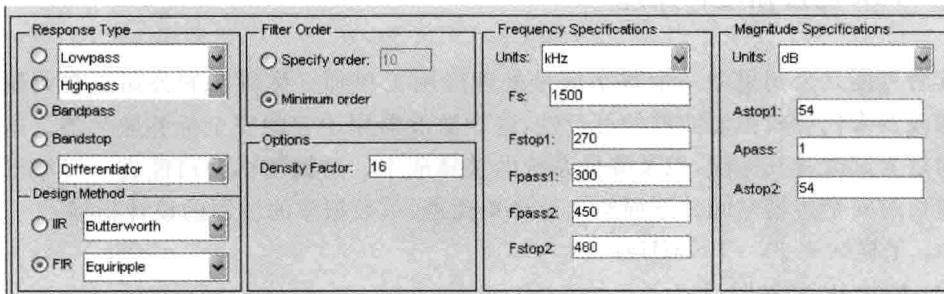

图 6.43 滤波器参数配置界面
- (4) 在 Simulink Library Brower 的 Libraries 窗口下, 找到并展开 Xilinx Blockset。在展开项中, 选择 DSP。
- (5) 在右侧窗口中, 找到 FDA Tools 元件符号, 将其添加到空白设计界面中。
- (6) 双击 FDA Tools 符号。如图 6.43 所示, 打开滤波器参数配置界面, 按照设计指标输入滤波器参数。